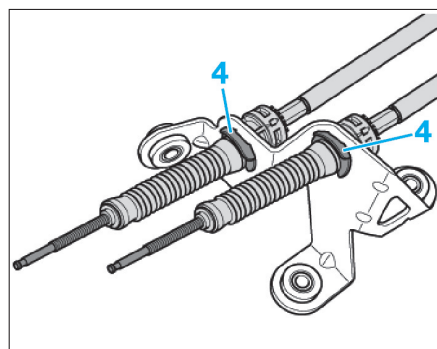

Fig. 13
- Déposer les segments d'arrêt (4) (Fig.13) et sortir les câbles.